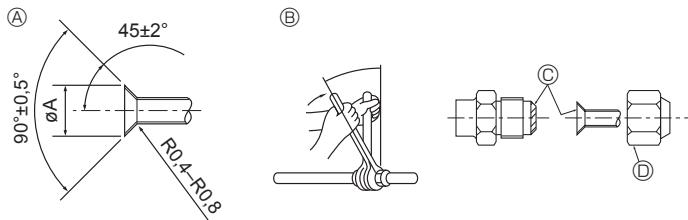

Fig. 4-1
4.2. З'єднання труб (Fig. 4-1)
④ Обертальний момент конічної гайки